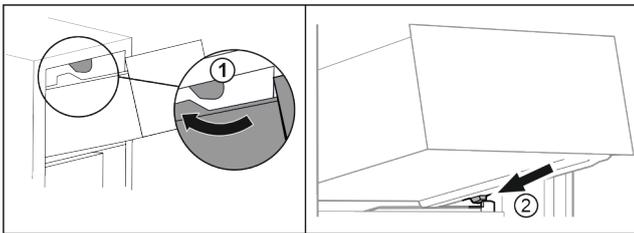

Fig. 88
- ▶ Far passare il cassetto sui fermi superiori. Fig. 88 (1)
- ▶ Applicare il cassetto inclinandolo dietro i fermi inferiori sulla nervatura del contenitore. Fig. 88 (2)